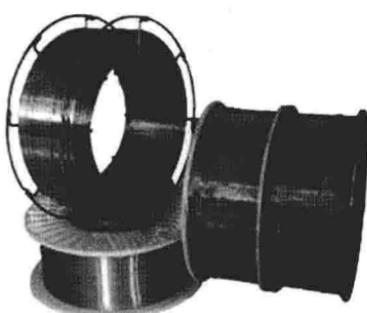

图 1-6 CO2气体保护焊焊丝
(2) CO2气体保护焊焊接过程中产生的熔渣极少,多层多道焊时层间不必清渣。
(3) CO2气体保护焊采用整盘焊丝(图 1-6),焊接过程中不必更换焊丝,因此减少了停弧更换焊条的时间,既节省了填充金属(没有焊条头的丢失),又减少了引燃电弧的次数,大大降低了因停弧产生焊接缺陷的可能性。